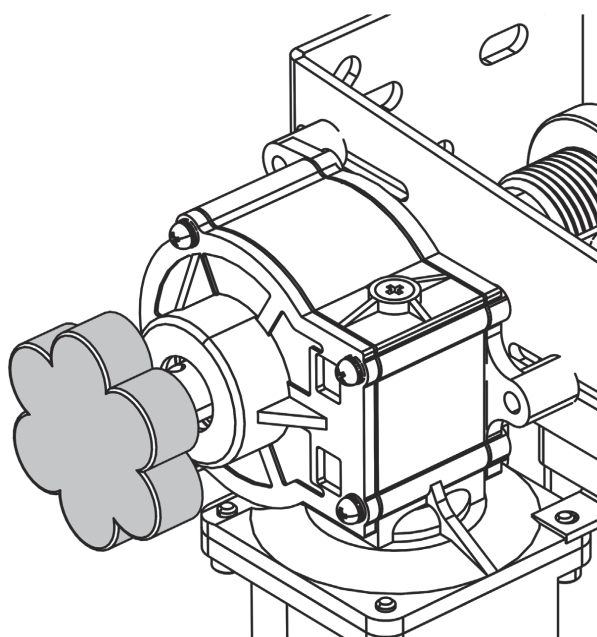

Рисунок 2
- Для того чтобы поднять или опустить ворота в случае отсутствия электроэнергии необходимо нажать и повернуть рукоятку расцепителя (см. рисунок 2) по часовой стрелке до упора, после чего ворота можно поднимать или опускать вручную.